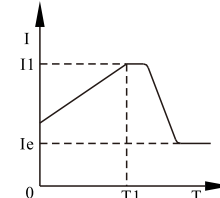

图 12
- b) 图 12 为电流斜坡起动模式的输出电流波形, 其中 $I1$ 为 P6 设置的限流值, $T1$ 为 P1 设置的时间值。